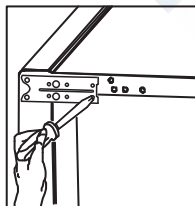

Рисунок 4.1
**4** - Положите холодильник левой стороной вниз, открутите регулирующие ножки холодильника, затем открутите винты, крепящие нижний шарнир и снимите его (рис. 4.1). Отвинтите шпильку нижнего шарнира и вставьте ее в отверстие на левой стороне шарнира (рис. 5.1). Затем установите шарнир на левой стороне х-ка и закрутите регулирующие ножки.